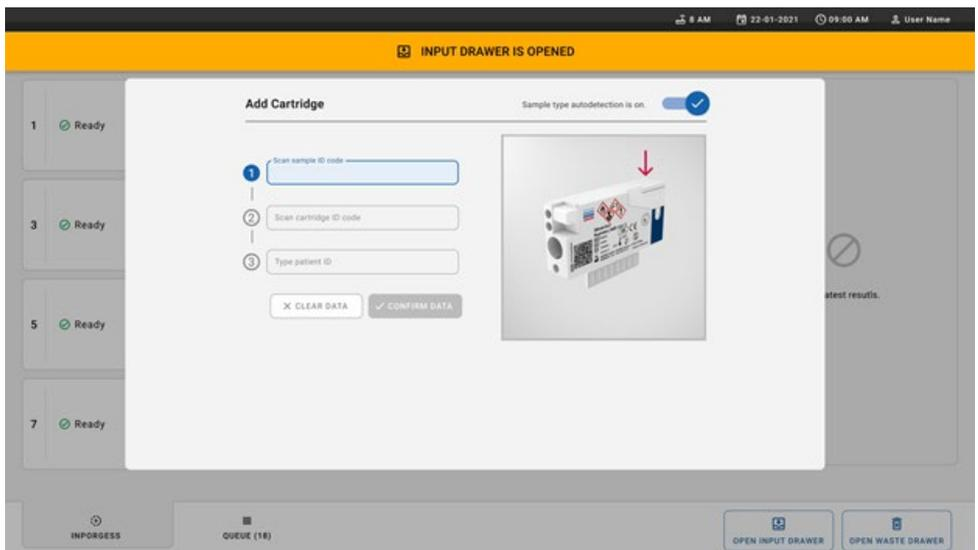

Figure 23. Écran Scan sample ID (Lecture de l'identifiant d'un échantillon).
7. La boîte de dialogue **Add Cartridge** (Ajouter une cartouche) apparaît et le scanner situé devant l'instrument est activé. Balayez le code-barres d'ID de l'échantillon sur le dessus de la cartouche QIAstat-Dx Respiratory SARS-CoV-2 Panel Cartridge devant l'instrument (position indiquée par la flèche (figure 23)).